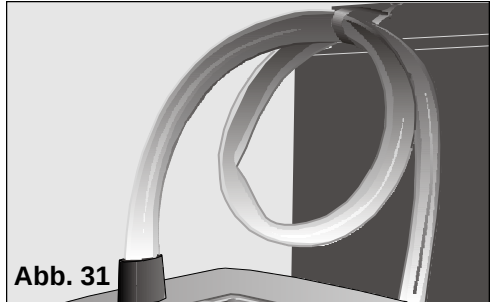

Abb. 31
- ☐ Der Schlauch muss für eine einwandfreie Lagerung aufgerollt und mit der Klemme B, Abb. 1, Abb. 31 gesichert werden.